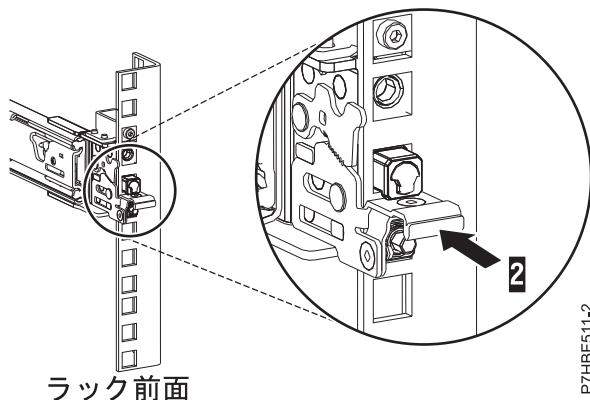

図 6. ラックの前面レールに取り付けられているラッチ
7. スライド・レールを前方に引きながら、3 つのピンがラックの穴から突出していることを確認した後に前面ラッチ (2) を最後まで押し込みます。詳しくは、図 6 を参照してください。